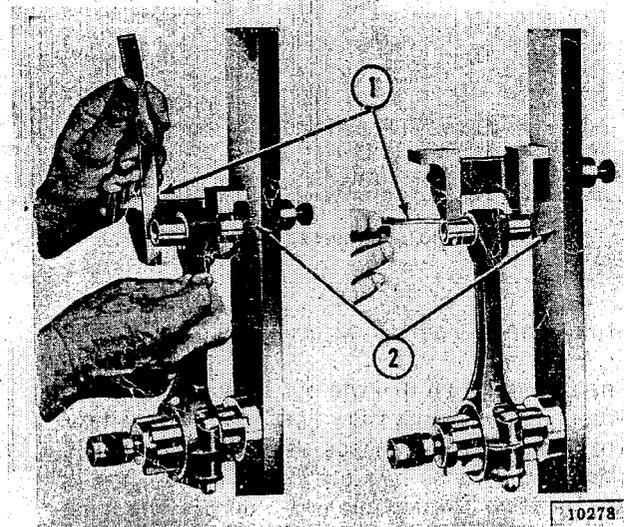

Fig. D-8 Prüfen der Pleuelstangen
- Die Pleuelstangen sind auf einem Spezialgerät zu prüfen und auszuwinkeln – siehe Fig. D-8 – wobei die Instruktionen des Herstellers des Werkzeuges zu befolgen sind.